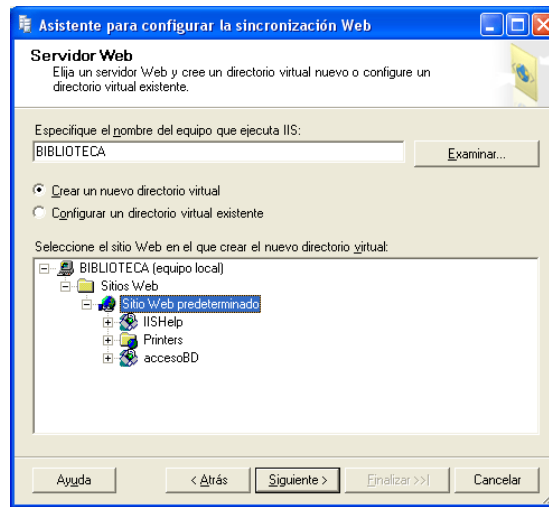

Figura 4: Servidor Web
3. En nuestro caso el equipo que está ejecutando IIS se llama BIBLIOTECA, por lo que este nombre variará dependiendo del ordenador. Seleccionaremos la creación de un nuevo directorio virtual, tal como se muestra en la Figura 4: